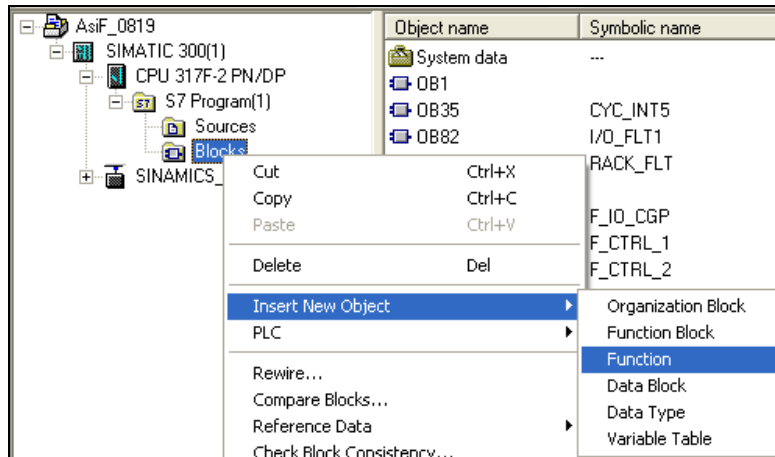

图 29 插入 FC
- (1) 双击打开 Step7→SIMATIC Manager，在“Block”下选择插入一个“Function”（图 29）。